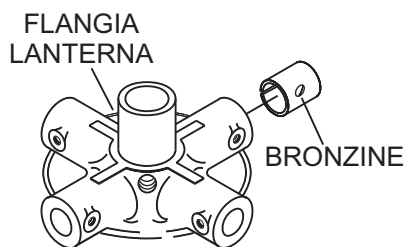

Figura 32. Bronzine
4. Esaminare la bronzina installata nel braccio della macchina (figura 32) e, se necessario, pulirla. Sostituire la bronzina se è deformata o usurata.